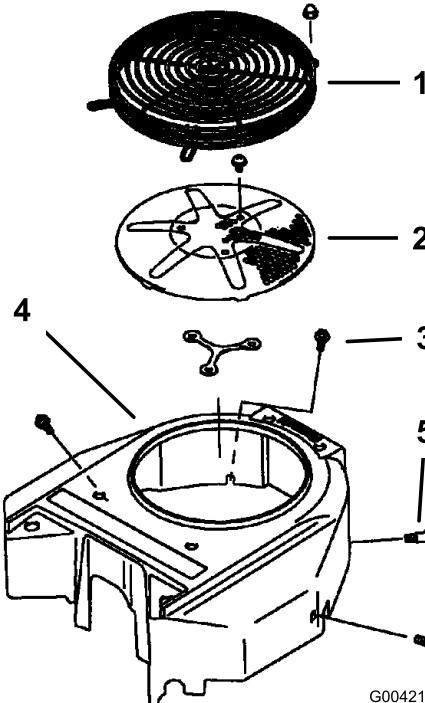

Figura 76
Retire cualquier acumulación de hierba, suciedad u otros residuos de la rejilla del motor. Esto ayuda a asegurar una refrigeración adecuada y una velocidad de motor correcta, y reduce la posibilidad de sobrecalentamiento y daños mecánicos al motor (Figura 76).
3. Retire la rejilla de entrada de aire, el arrancador de retroceso y la carcasa del ventilador (Figura 76).
5. Instale la rejilla de entrada de aire, el arrancador de retroceso y la carcasa del ventilador (Figura 76).